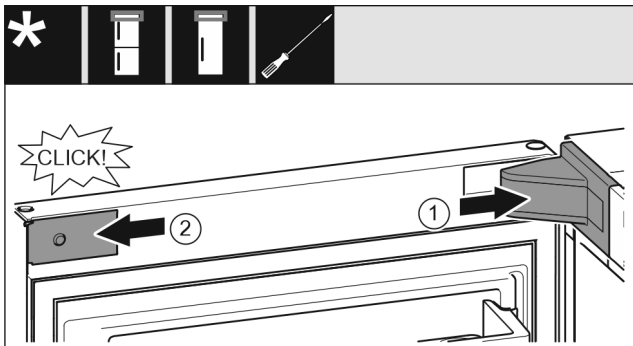

Fig. 22
- ▶ Τοποθετήστε και κουμπώστε το κάλυμμα του στηρίγματος, ενδεχ. αποσυμπιέστε το προσεκτικά. *Fig. 22 (1)*
- ▶ Εφαρμόστε στο πλάι το διακοσμητικό κάλυμμα και κουμπώστε το. *Fig. 22 (2)*